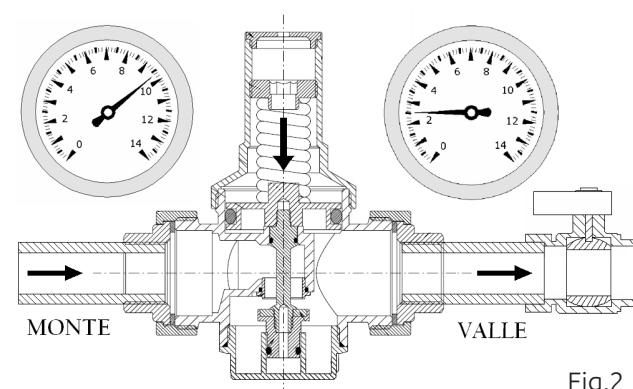

Fig.2
Aumentando la richiesta d'acqua si provoca un aumento del passaggio del fluido attraverso la sezione di passaggio causato dalla diminuzione della pressione a cui è normalmente sottoposta la valvolina. L'apertura di più utenze provoca una caduta di pressione (Δp) a valle ed un conseguente aumento della portata (Q) come raffigurata in fig.2.